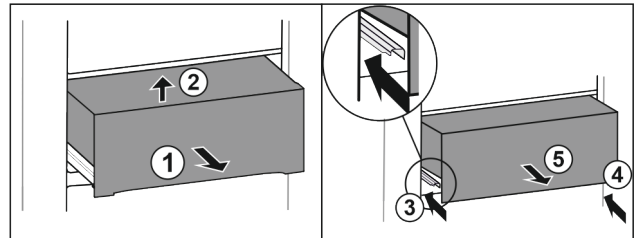

Fig. 30*
- ▶ Вытяните выдвижной ящик наполовину Fig. 30 (1).*
- ▶ Приподнимите спереди Fig. 30 (2).*
- ▶ Вставьте левую направляющую Fig. 30 (3).*
- ▶ Вставьте правую направляющую Fig. 30 (4).*
- ▶ Извлеките выдвижной ящик движением вперед Fig. 30 (5).*